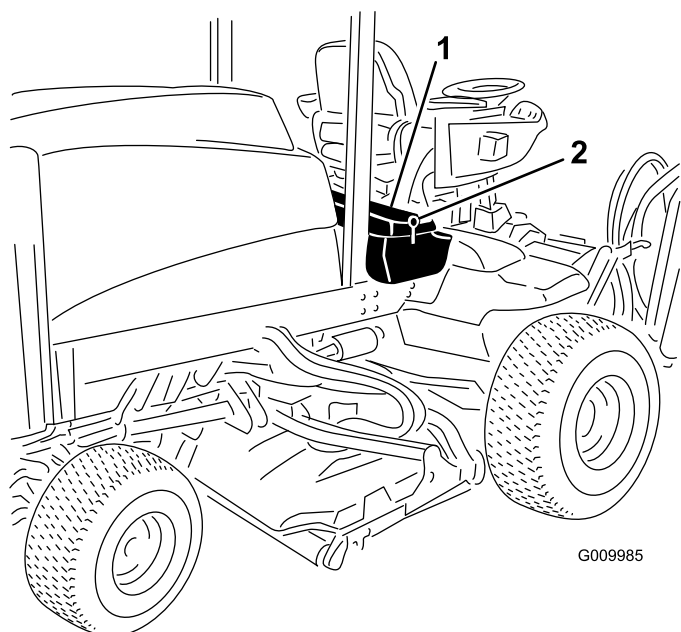
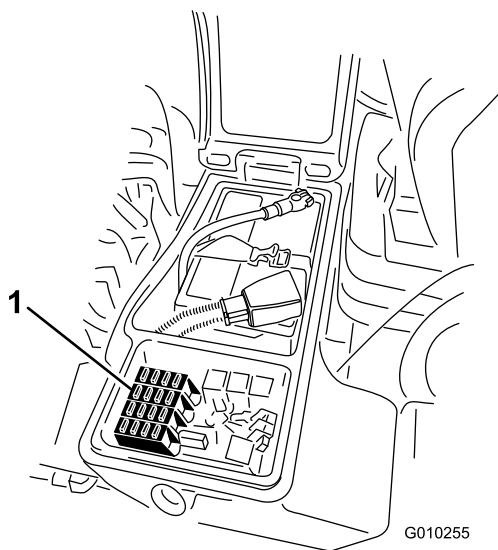

Figure 69
Figure 70
1. Ouvrez le verrou du couvercle du bac de rangement droit et soulevez le couvercle (Figure 69).
1. Ouvrez le verrou du couvercle du bac de rangement droit et soulevez le couvercle (Figure 69) pour exposer le porte-fusibles (Figure 70).
2. Remplacez le(s) fusible(s) dans les emplacements libres selon les besoins (Figure 70).
3. Refermez le couvercle du bac de rangement droit et fixez-le avec le verrou (Figure 69).